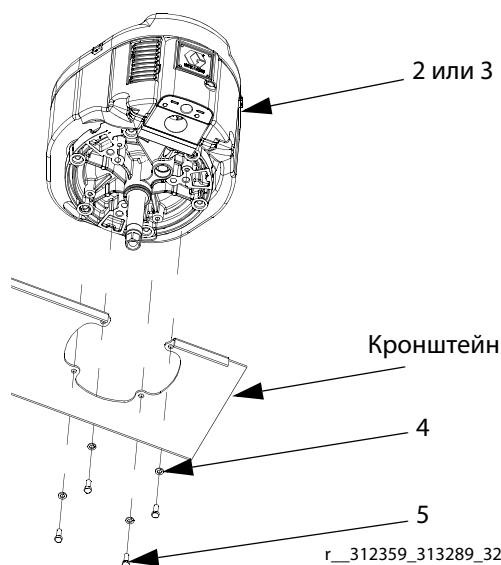

РИС. 7
- b. Извлеките крепежные винты (5) и шайбы (4), крепящие пневматический двигатель (2 или 3) к монтажному кронштейну. См. РИС. 7, стр. 22.